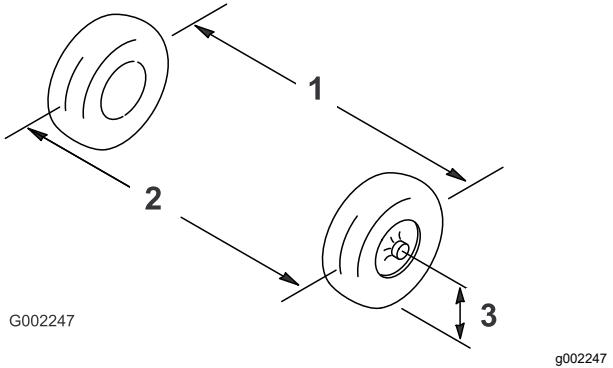

Рисунок 101
- Измерьте расстояние между обеими передними шинами на уровне моста, с передней и задней стороны передних шин (Рисунок 101).